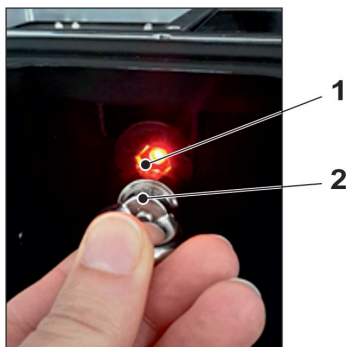

Abb. 29-1 Aufwecken des NivuLevel Mobile
2. NivuLevel Mobile „aufwecken“: dazu den mitgelieferten Magneten (Abb. 29-1 Pos. 2) vor den Reedkontakt (Abb. 29-1 Pos. 1; vorne am NFM) halten bis die LED leuchtet.